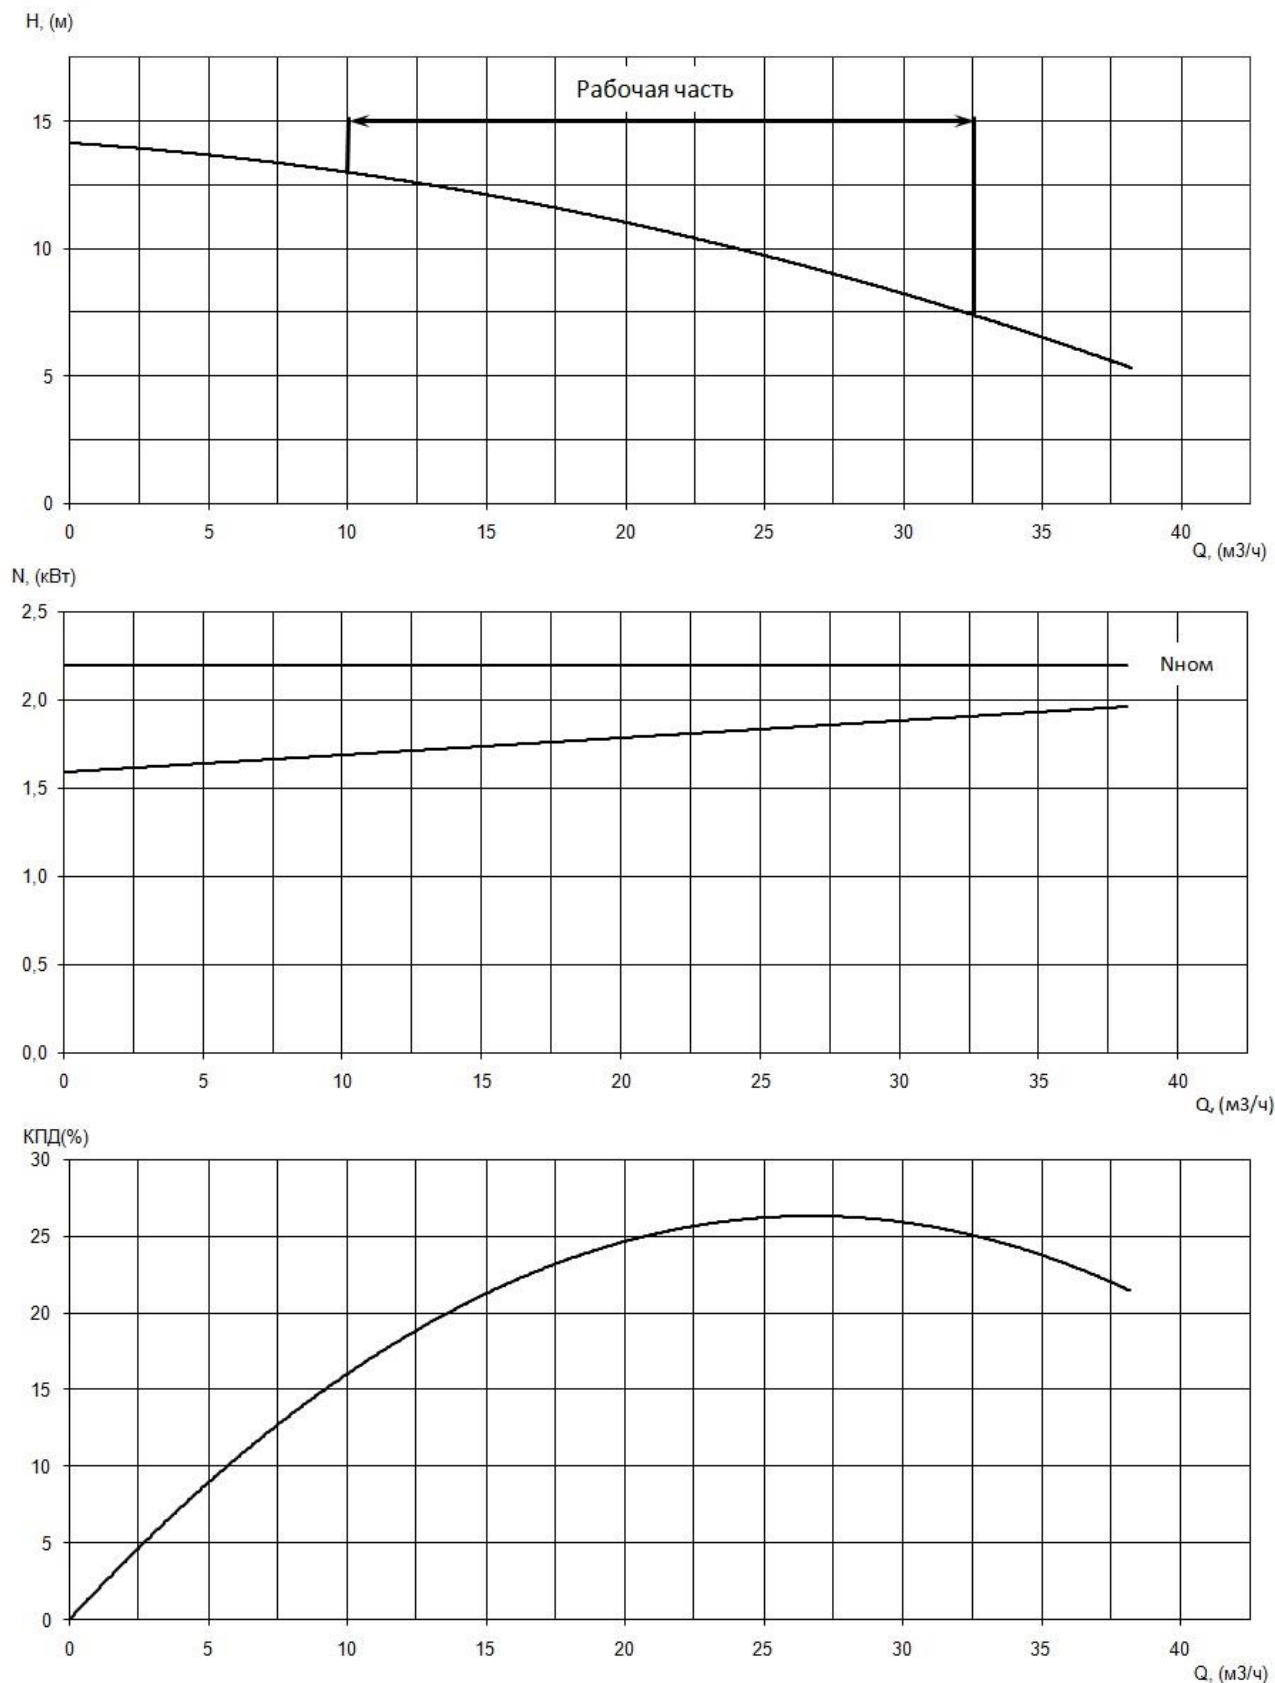

Рис. 1 Рабочие характеристики насоса «Иртыш» ППС 40/200.198 – 2,2/4
Рабочие характеристики насоса приведены на рис. 1, габаритные и присоединительные размеры на рис. 2.
2.5. Характеристики насоса рис. 1: